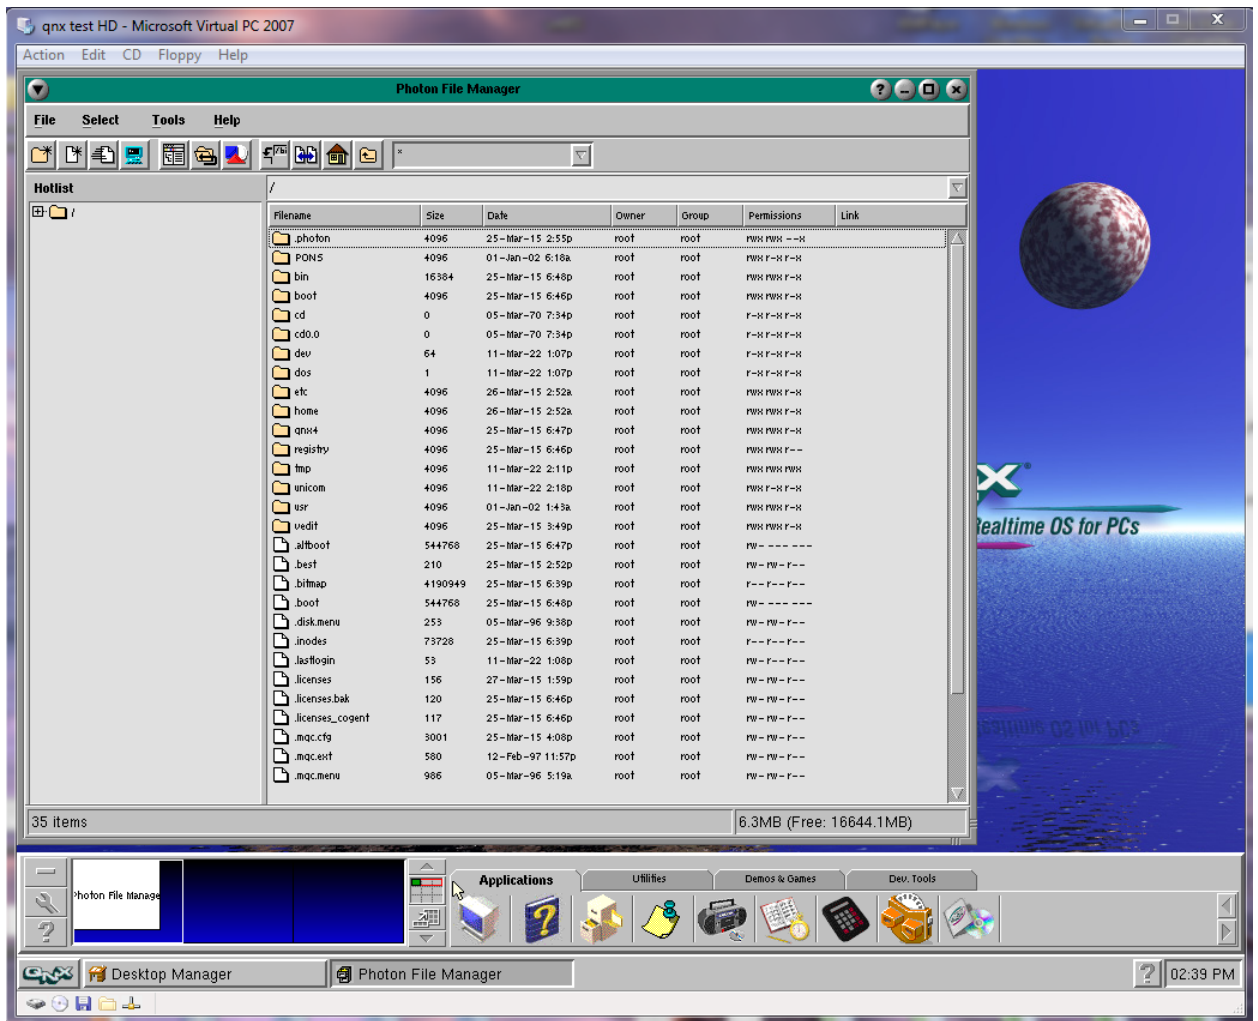

Рис.5 Окно Photon File Manager
2. Набрать **ph** – запуск графической оболочки Photon. Запустить на выполнение **Photon File Manager** (Рис. 5).